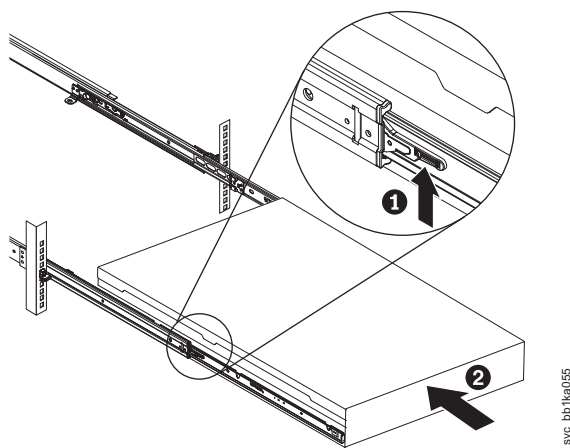

図 25. ラックのスライド・レールの SAN ボリューム・コントローラー 2145-CF8 または 2145-CG8 ロック・レバーを上げる
8. スライド・レール上のロック・レバー (図 25 の **1**) を上げて、サーバー **2** を、所定の位置にカチッと音を立てて収まるまで、ラック内に完全に押し込みます。